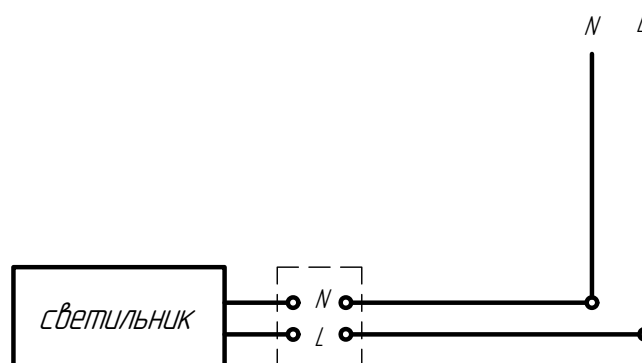

Рисунок 5 - Схема подключения светильника к сети
6.4 Присоедините сетевые провода к клеммной колодке на корпусе, согласно схеме подключения (см. рисунок 5).